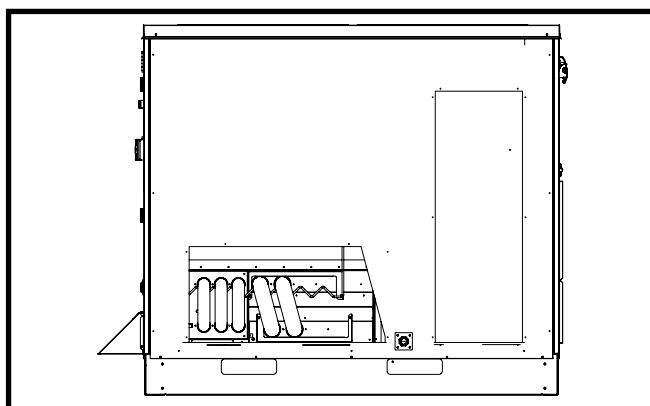

Figure 5. Découpages enlevés (Vue du côté droit)
2. Découpez les ouvertures de retour et d'alimentation en suivant les lignes de découpage. **REMARQUE** : Il y a des languettes à l'intérieur et à l'extérieur des panneaux. Jetez les sections découpées. Elles ne serviront plus. Voyez la Figure 5.